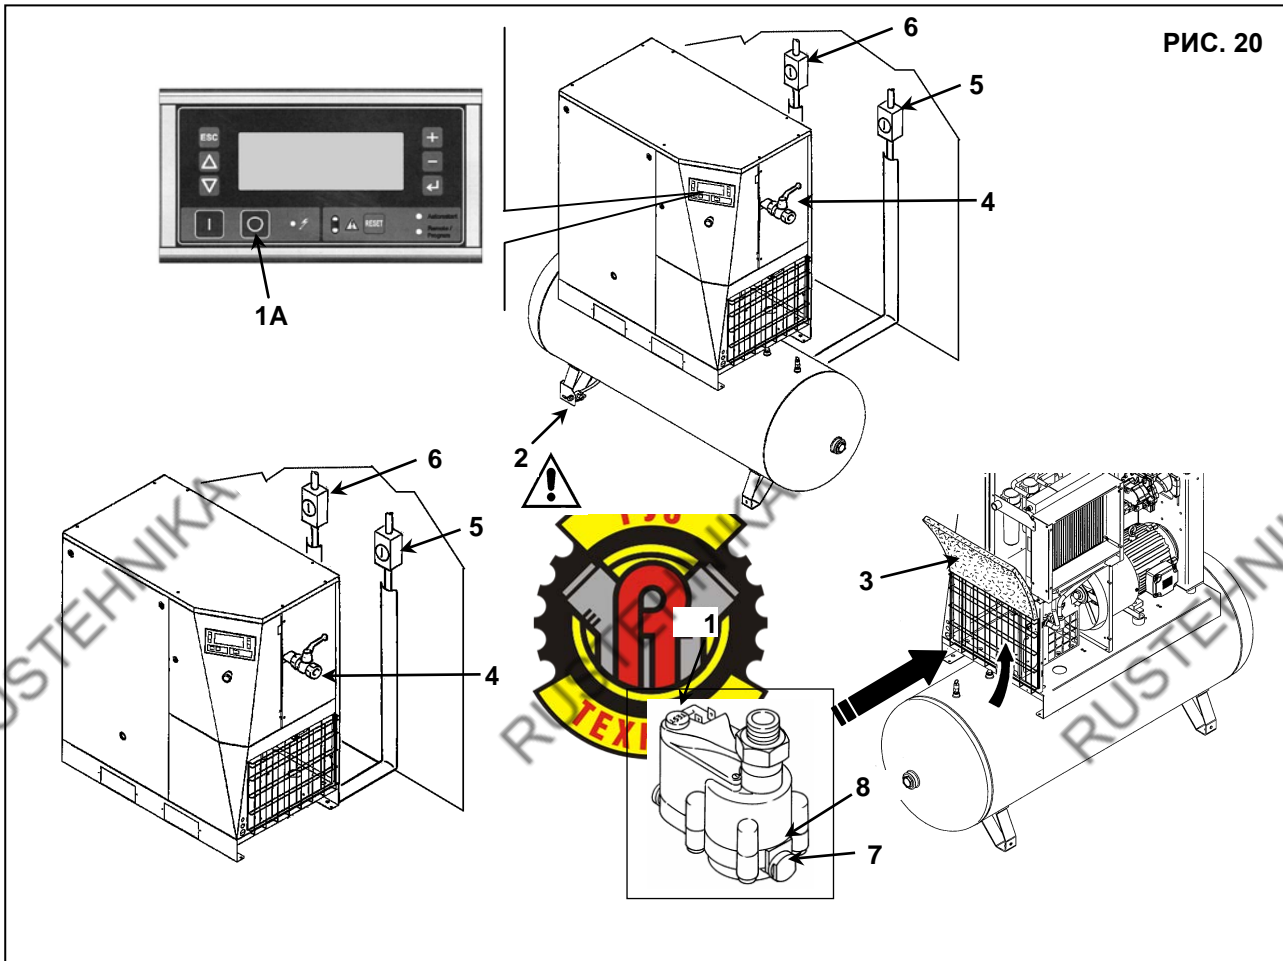

РИС. 20
Необходимо проверить автоматический и ручной слив конденсата (поз. 1 через каждые 500 часов и поз. 2 через каждые 24 часов работы), Рис. 20.
- Снимите панель фильтра (поз. 3, Рис. 20)
- Нажмите кнопку "TEST" (поз. 1, Рис. 20) на несколько секунд для проверки корректности слива конденсата из дренажной трубы.
- Проверьте ручной сброс конденсата из бака, чтобы убедиться, что конденсат корректно удален из клапана, поз. 2, Рис. 20 (ЕЖЕДНЕВНАЯ ПРОДУВКА).
- Закройте пробку (поз. 4, Рис. 20)
- Сбросьте давление осушителя, нажав на кнопку "TEST" сброса конденсата (приблизительно на 10-20 секунд), поз. 1, Рис. 20
- Выключите машину кнопкой (поз. 1A, Рис. 20): при этом машина остановится через 45 секунд работы на холостом ходу.
- Выключите разъединитель поз. 5 (для винтового компрессора) и поз. 6 (при наличии осушителя) см. Рис. 20.
- Сбросьте давление, повернув кран, поз. 2, Рис. 20.
- Снимите ограничитель (поз. 7, Рис. 20)
- Снимите фильтр (поз. 8, Рис. 20)
- Установите панель фильтра (поз. 3, Рис. 20)